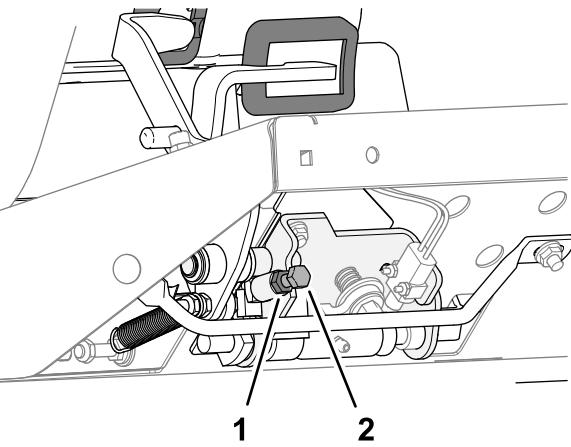

Figura 32
**Importante:** La velocità di tosatura viene impostata in fabbrica a 9,7 km/h. Regolando la vite di arresto della velocità (Figura 32) è possibile aumentarla o ridurla.